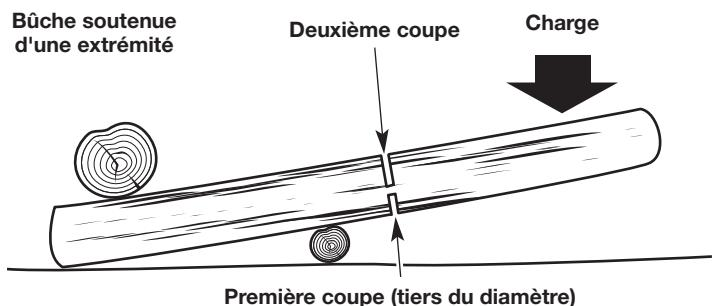

Fig. 29
- Si la bûche est soutenue sur une extrémité (Fig. 29), faites la première coupe depuis le bas (*tronçonnage par dessous*). Reportez-vous à *Tronçonnage par-dessous*.